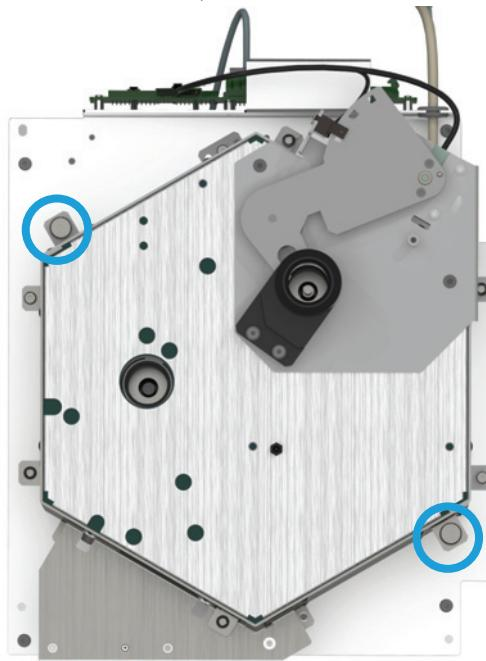

Figure 13. Desserrage des vis moletées sur l'ensemble supérieur du four
- b** Desserrez complètement les deux vis moletées captives Torx T-20 (Figure 13).